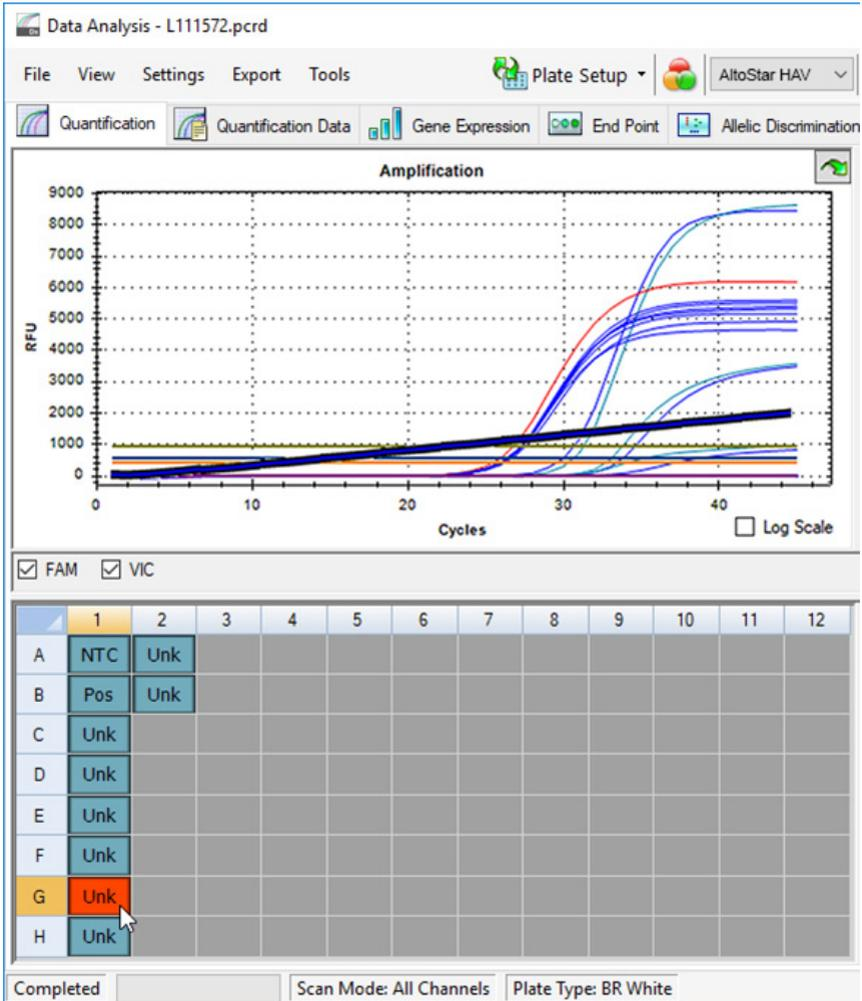

Abb. 6: Fenster Data Analysis (Datenanalyse): irreguläres PCR-Signal
- Identifizieren Sie Wells mit irregulären PCR-Signalen (lineare Signalzunahme, Signalspitzen usw.) in den Detektionskanälen FAM™ (HAV-Ziel) und VIC™ (IC) (siehe Abbildung 6).